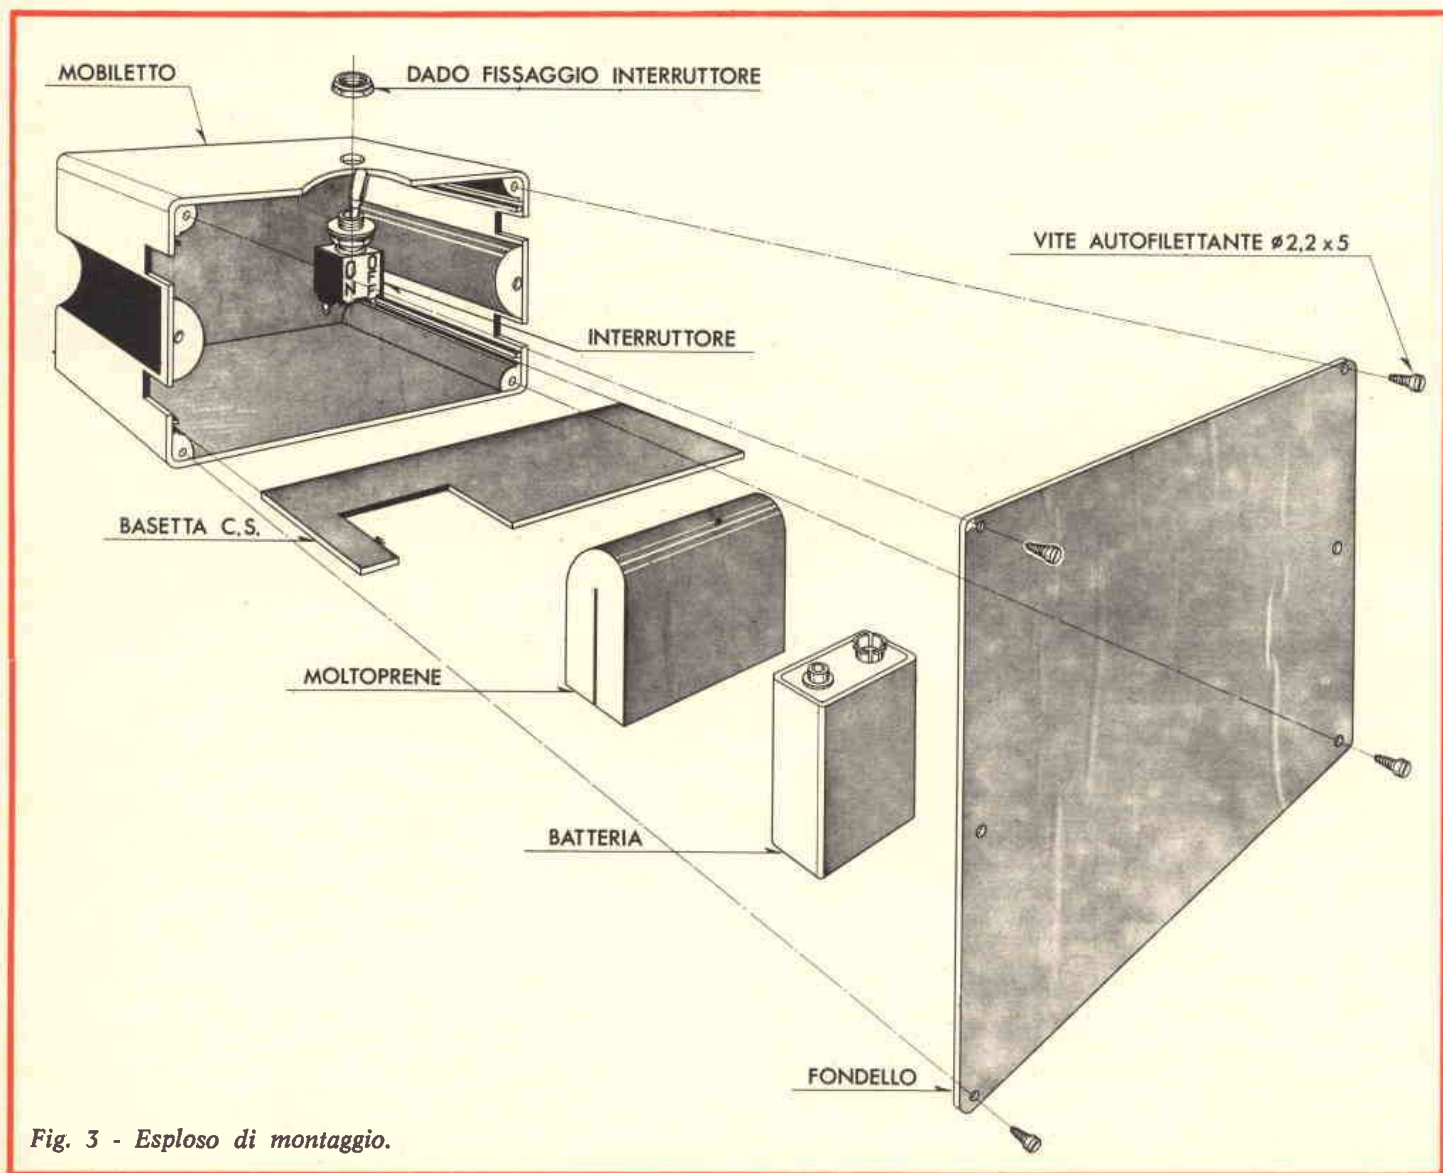

Fig. 3 - Esploso di montaggio.
- Fissare al mobiletto l'interruttore mediante l'apposita rondella ed il relativo dado fig. 3.